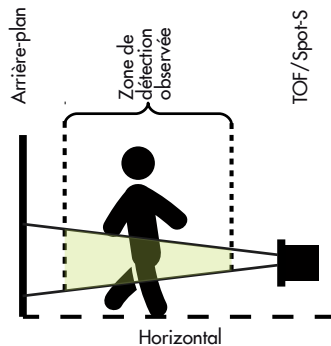
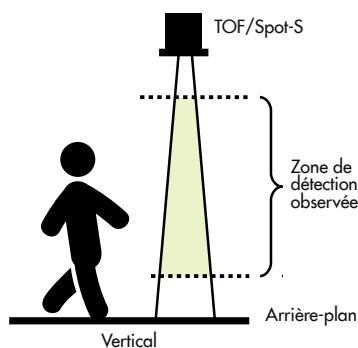

Figure 3: Protection horizontale avec le TOF/Spot-S
Figure 5: Protection verticale avec le TOF/Spot-S
- Dans les exemples (Figure 3 à Figure 5) le capteur reconnaît l'arrière-plan. L'arrière-plan est nécessaire pour pouvoir tester le capteur avec l'entrée Test. Si le TOF/Spot-S ne reconnaît pas un arrière-plan à sa portée maximale, la sortie commutera comme pour une détection d'objet.